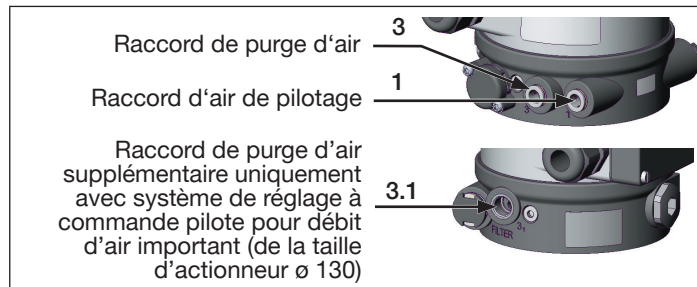

Fig. 8 : Raccordement pneumatique
- Monter la conduite de purge d'air ou un silencieux sur le raccord de purge d'air (« Fig. 8 »: 3) et sur le raccord de purge d'air supplémentaire (« Fig. 8 »: 3.1) si disponible.